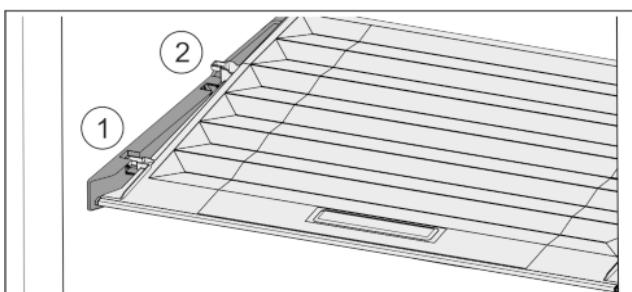

Fig. 30
- Издърпайте напред Fig. 30 (1) капака до отвора в задържащите части.
- Повдигнете го отзад отдолу и отстранете Fig. 30 (2) нагоре.